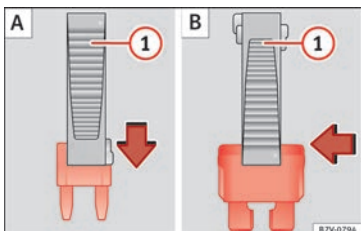

Abb. 62 Sicherung entnehmen oder einsetzen.
- *Kleine Sicherungen:* Klammer von oben aufstecken » Abb. 62 A.
- *Größere Sicherungen:* Klammer seitlich auf die Sicherung schieben » Abb. 62 B.